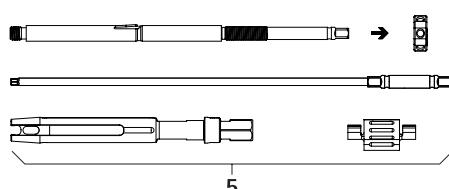

Fig. 3
- ▶ Smontare la leva da riduzione percutanea 5, vedere Fig. 3. Disassembrarla completamente e svitare il dado di serraggio.